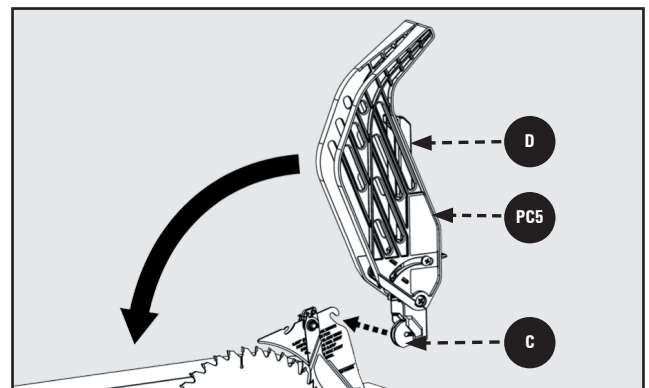

FIGURE 14
1. Avant d'installer le dispositif de protection de la lame, assurez-vous que le couteau diviseur est relevé en position de coupe transversale. Tout en maintenant l'ensemble protège-lame en position verticale, accrochez le goujon de guidage à l'extrémité arrière de l'ensemble protège-lame dans la fente sur le bord arrière du couteau diviseur. Voir la Figure 14.